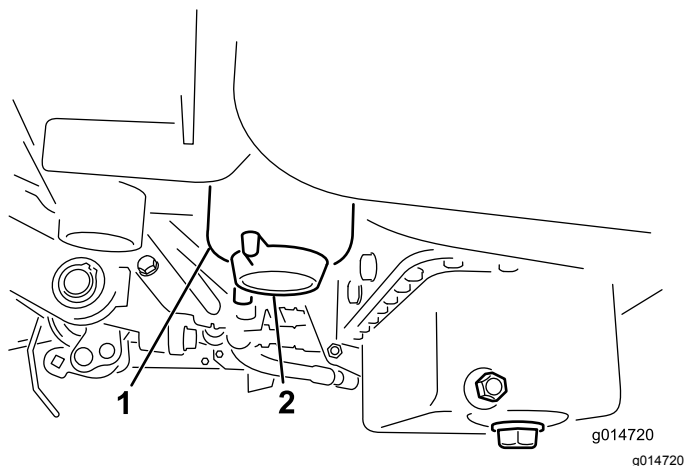

图43
2. 清洁滤清器过滤筒的安装区域 图43。
4. 打开滤清器排油塞 图43。